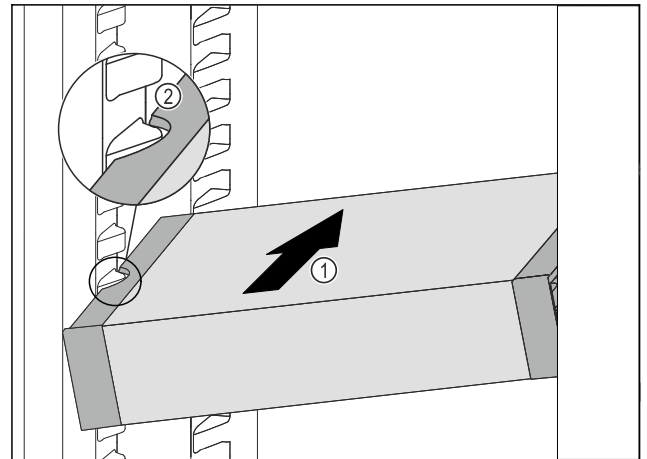

Fig. 197
- ▶ VarioSafe schräg in das Kühlteil einschieben Fig. 197 (1), bis sich die seitlichen Aussparungen Fig. 197 (2) des VarioSafes auf Höhe der Behälterrippe im Kühlteil befinden.